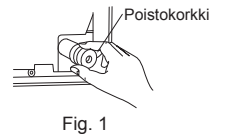

Fig. 1
- 1) Aseta kylmäaineputki ja poistoletku vierekkäin ja kiedo niiden ympäri huopateippiä (4) alkaen loppupäästä. Aseta huopateipin (4) reunat päällekkäin noin 1/3 teipin leveydestä. Kiinnitä huopateipin (4) pää sidekiinnittimellä.
- 2) Poista sisäyksikössä takana oikealla oleva poistokorkki (Fig. 1).